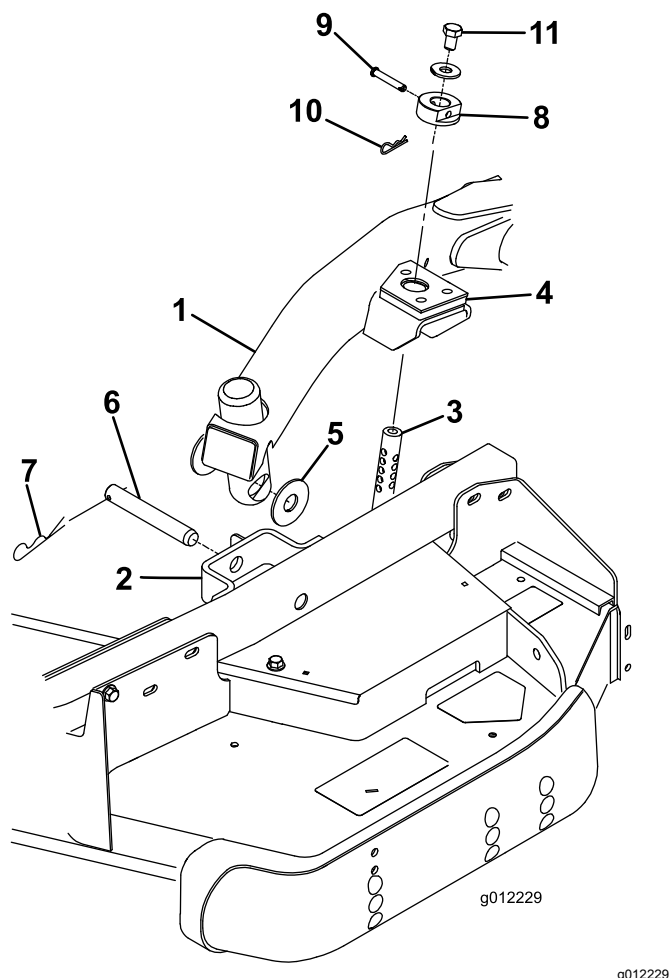

Figure 23
4. Placez le levier de levage en position de FLOTTEMENT. Poussez un bras de levage vers le bas jusqu'à ce que les trous soient en face de ceux du support du bras pivotant et qu'il soit possible d'insérer la tige de réglage de hauteur de coupe dans les patins du bras de levage (Figure 23).
- Fixez le bras de levage au bras pivotant avec 2 rondelles de butée, un axe de chape et une goupille fendue. Placez les rondelles de butée entre le bras de levage et le support de bras pivotant (Figure 23) et insérez l'extrémité de la goupille fendue dans la fente de la patte du bras pivotant pour retenir la goupille fendue.
fixez-les avec les axes de chape et les goupilles fendues (Figure 23).
- Montez un boulon ($\frac{1}{2}$ " x $\frac{3}{4}$ ") et une rondelle au sommet de chaque tige de réglage de hauteur de coupe (Figure 23).